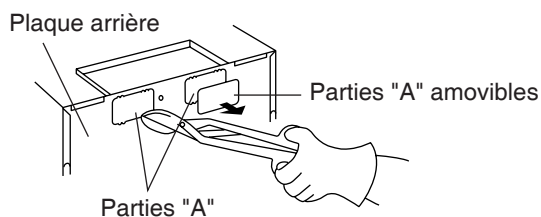

Fig. 1-3-2
- (4) Utiliser une pince coupante ou une cisaille de ferblantier pour couper et retirer les parties amovibles "A" de la plaque arrière. Jeter les parties amovibles. Ébarber les ouvertures pour prévenir toute blessure sur les arêtes tranchantes (Fig. 1-3-2).